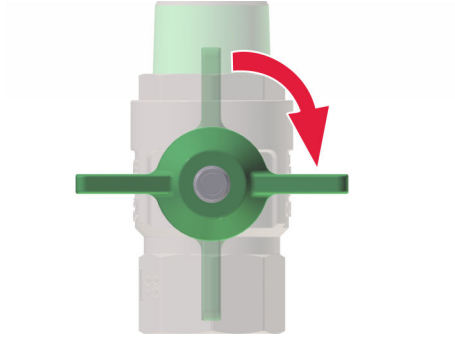

Abb. 25: Hauptabsperrventile schließen
1. ➤ Alle Hauptabsperrventile (Abb. 25) an der Frischwarmwasserstation schließen.